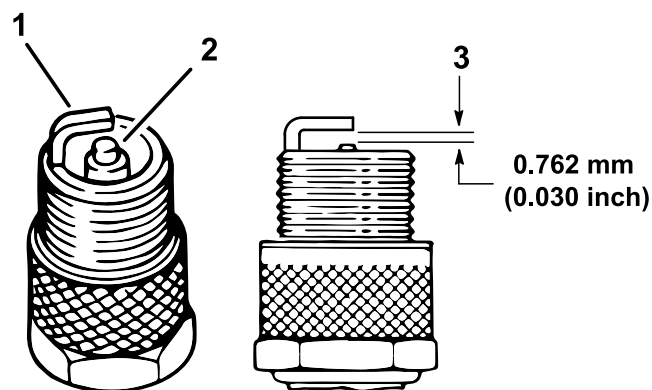

Figura 34
4. Verifique o estado dos elétrodos lateral e central, bem como do isolante do eléctrodo central, certificando-se de que não se encontram danificados (Figura 34).
5. Ajuste a folga existente entre a zona central e lateral do elétrodo para 0,76 mm, como se mostra na Figura 34.